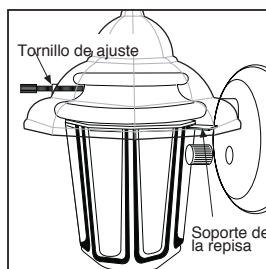

Figura 7
- f.** Para las unidades con vidrio y tornillo de ajuste delantero, afloje cuidadosamente el tornillo, quite el vidrio y coloque la bombilla. Vuelva a unir el vidrio cuidadosamente, ajustando la parte trasera de éste en los soportes de las repisas. Fije el vidrio con los tornillos de ajuste. Fíjese que el tornillo de ajuste y el soporte de la repisa estén a distintos niveles en el vidrio cóncavo (ver la figura 7).